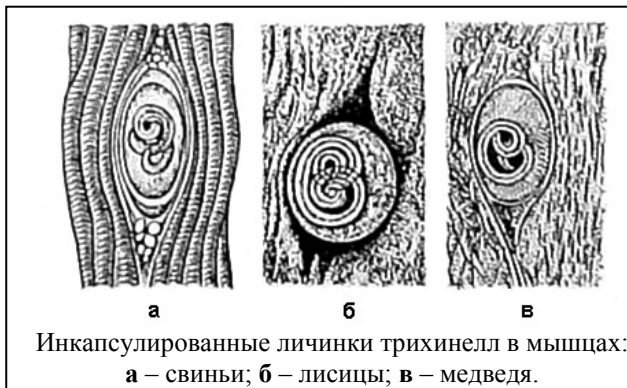

Рисунок 3
2.3.5 Результат микрофотографирования (Рисунок 3): инкапсулированная личинка трихинелл в мышцах представляет собой капсулу личинки лимоновидной или овальной формы размером 0,5-0,7 x 0,2-0,3 мм; внутри капсулы одна, реже две или три спиралевидно свернутые личинки. При бескапсульном варианте